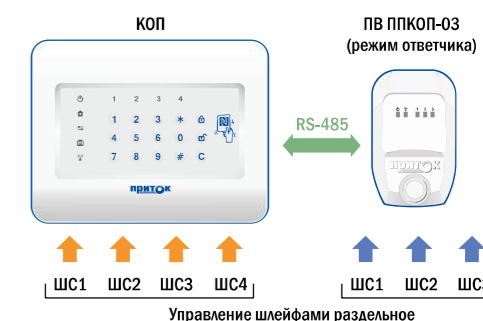

Рис. 13
- работа в режиме расширителя шлейфов (Рис. 13).